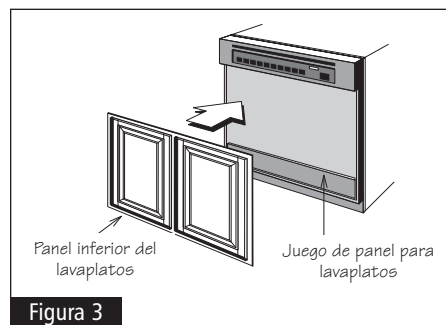

Figura 3
- 5** Instale el juego de paneles para lavaplatos a este aparato, invirtiendo las instrucciones del paso 2. Vea la figura 3.